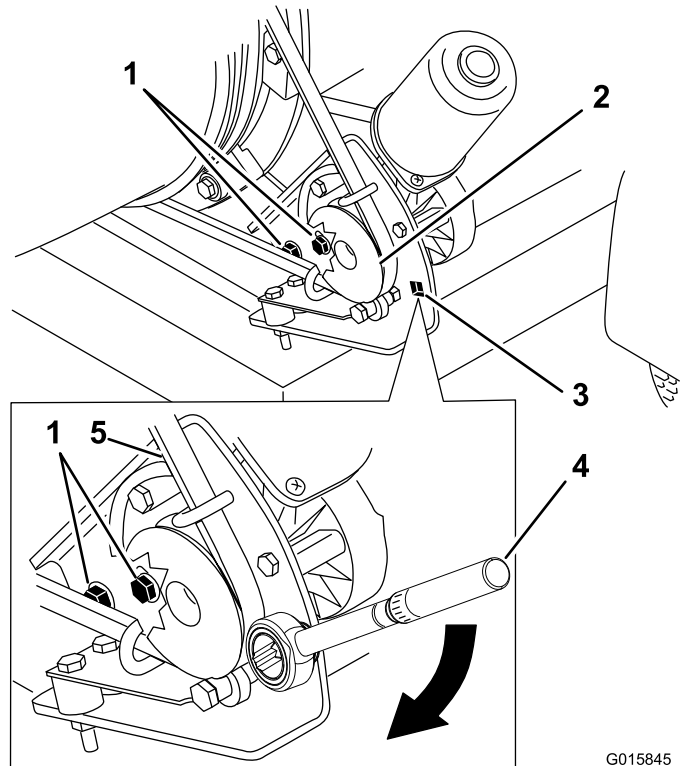

Figura 32
1. Afloje los pernos que sujetan el soporte de montaje de la polea al bastidor del soplador (Figura 32).
2. Coloque una llave dinamométrica en el soporte de montaje de la polea (Figura 32).
3. Gire el soporte de montaje de la polea alejándolo de la tobera hasta que la llave dinamométrica dé una lectura de 23–26.0 N·m (200–230 pulgadas-libra) (Figura 32).